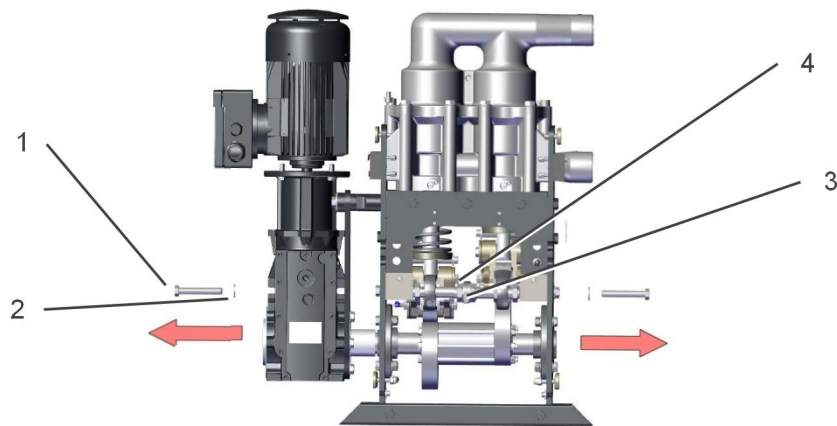

Abb. 7-2: Demontage der Querkraftachsen, Pumpeneinheit herausnehmen
1. vier Sechskantmutter M20 x 1,5 (3) des Stabes (4) mit einem 30 mm Maulschlüssel lösen und den Stab (4) demontieren (Abb. 7-2: Demontage der Querkraftachsen, Pumpeneinheit herausnehmen).
2. zwei Sechskantschraube M12 x 80 (1) mit einem 19 mm Maulschlüssel herausschrauben und mit Unterlegscheibe (2) entnehmen